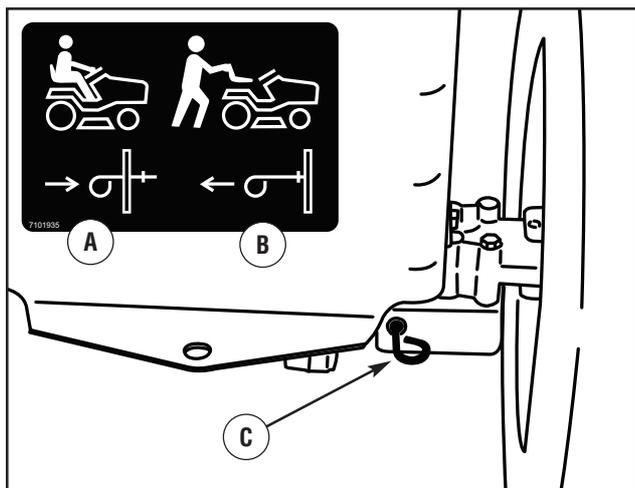

Figura 13: Scollegamento automatico della guida
1. Lo **scollegamento automatico della guida** deve essere nella posizione GUIDA (figura 13).
2. Estrarre e bloccare lo **scollegamento automatico della guida** nella posizione SPINTA (figura 13). La trasmissione è ora rilasciata e l'unità può essere spinta.